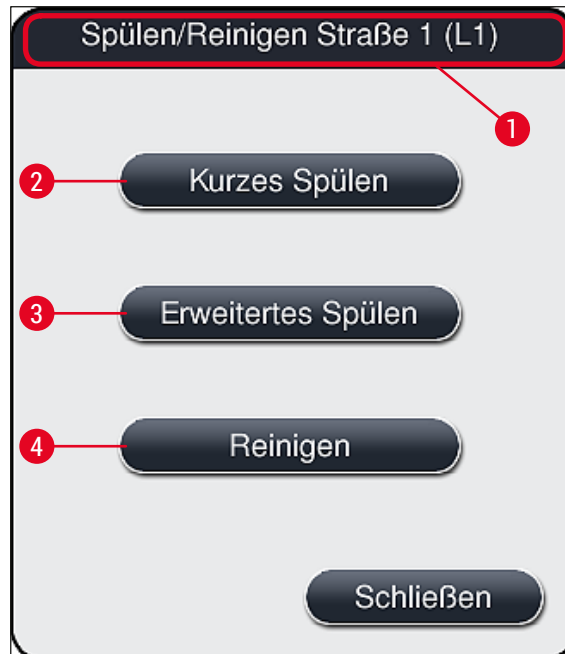

Abb. 98
- ✓ Im nachfolgenden Menü (→ Abb. 98) stehen drei verschiedene Spül-/Reinigungsprogramme zur Verfügung.